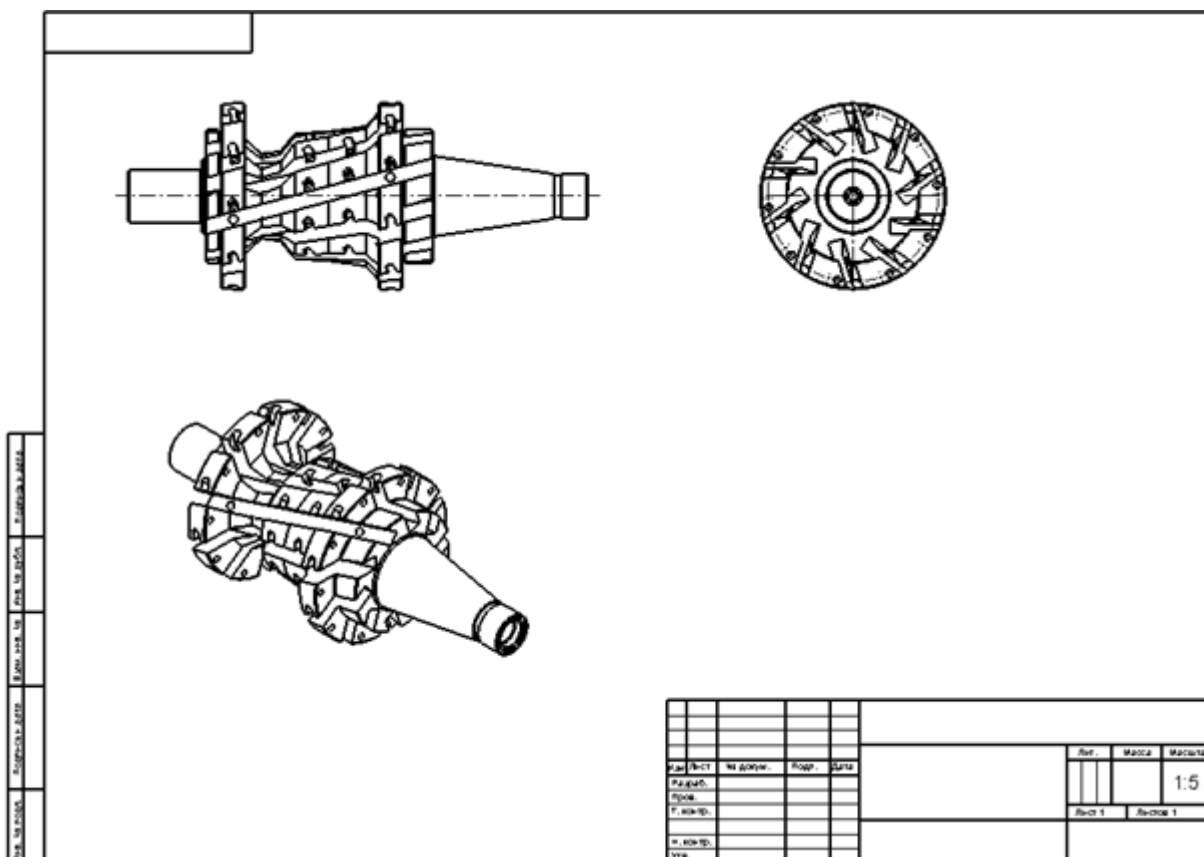

Рис. 42
3. Создайте на поле чертежа проекционные чертёжные виды: спереди, слева и изометрию (рис. 42);